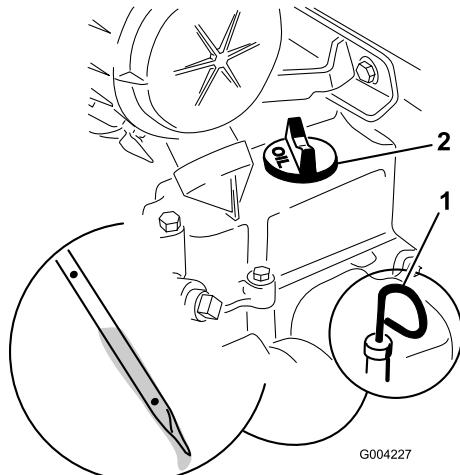

Bild 16
- Reinigen Sie den Bereich um den Ölpeilstab (Bild 16).
- Ziehen Sie den Peilstab heraus und wischen Sie das Metallende ab (Bild 16).
- Schrauben Sie den Ölpeilstab vollständig in das Peilstabrohr (Bild 16).
- Machen Sie, wenn der Ölstand niedrig ist, rund um die Öleinfüllverschlusskappe sauber und entfernen Sie die Kappe (Bild 16).